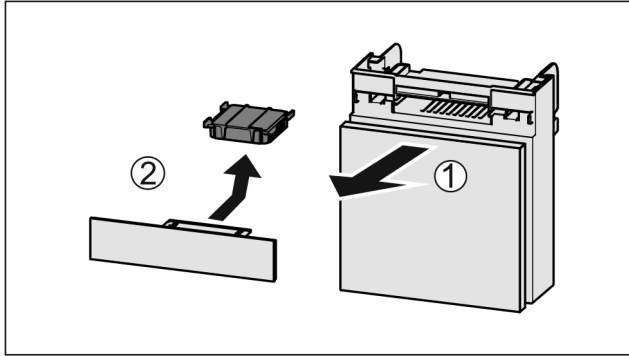

Fig. 65
- ▶ Lade vanaf de voorkant eruit trekken Fig. 65 (1).
- ▶ Actiefkoolfilter verwijderen Fig. 65 (2).